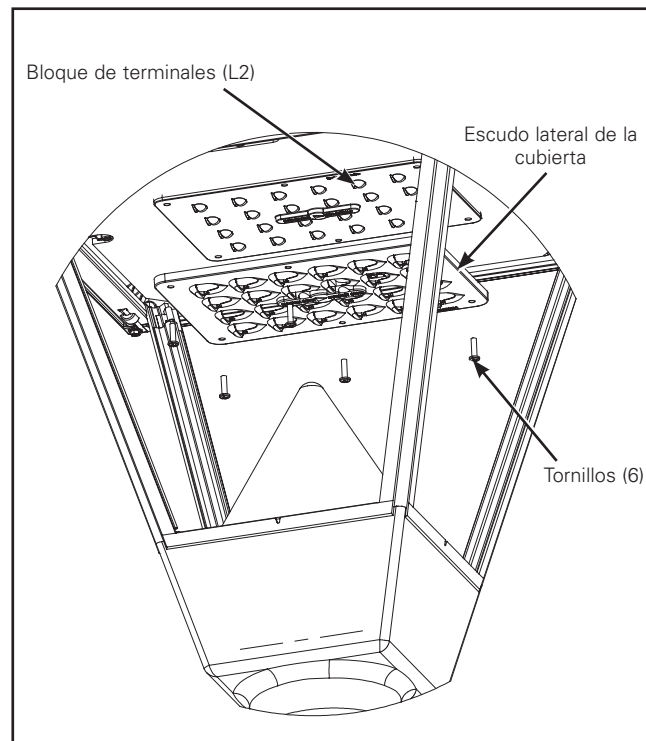

Figura 6.
Instalación de escudo lateral de la cubierta instalada en campo (1 por LED) (Figura 6.)
2. Instale el protector lateral de la cubierta con los tornillos de cabeza estrella # 10 X 1/2" provistos. Aprieta hasta que el escudo de la casa esté ajustado. No lo apriete demasiado (Figura 6.).